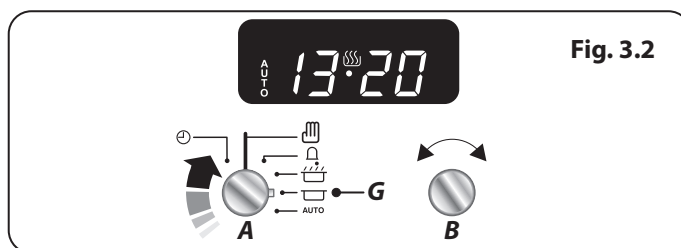

Fig. 3.2
1. Tournez le bouton du Programmateur (**A**) sur la position de réglage de la Minuterie (**E**), un clic doit se faire entendre une fois la position atteinte (**Fig. 3.2**).
1. Tournez le bouton de la minuterie (A) sur le réglage Heure d'arrêt (G). « AUTO » s'affichent à l'écran (Fig. 3.2).